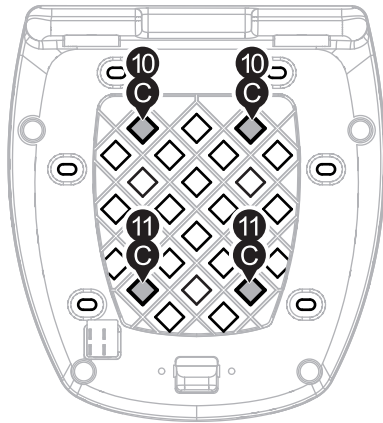

Abbildung 1 / Illustration 1
Benutzen Sie für die Montage der T-RaY Basisplatten die beiliegenden Anbauteile sowie die Schrauben (10) und (11). Verschrauben Sie die Basisplatte an den in **Abbildung 1** und **2** gezeigten Anbaupunkten. Die übrigen Anbauteile entfallen bei der Montage.